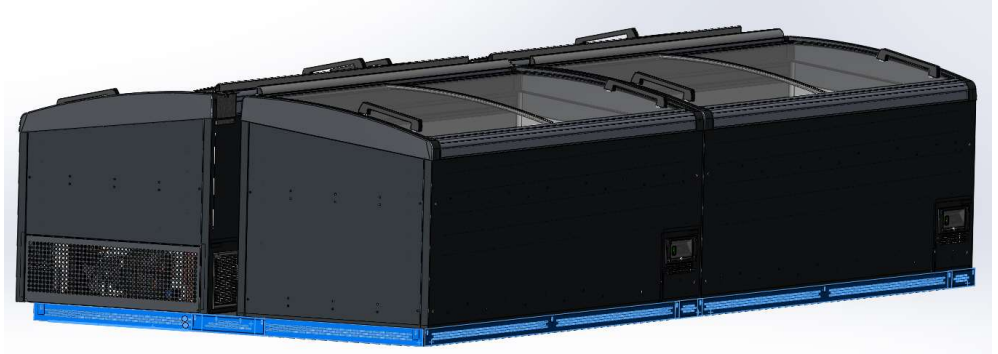

Рис. 4.2.3. Встановлення пильників.
3. Встановлюються панелі пильників: передня, торцева і з'єднувач пильників до кронштейнів на ніжках бонет (рис. 4.2.3).